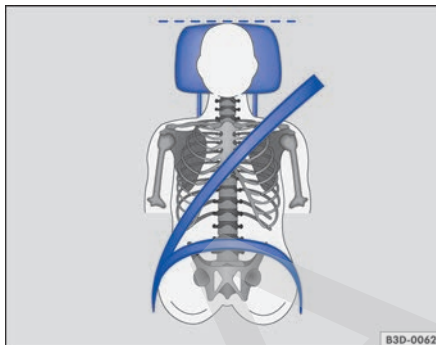

Fig. 57 Colocación correcta de la banda del cinturón y ajuste correcto del apoyacabezas.
- Ajuste el apoyacabezas de modo que el borde superior del mismo quede a la altura de la parte superior de la cabeza, pero nunca por debajo de los ojos. Mantenga la parte trasera de la cabeza siempre lo más cerca posible del apoyacabezas → **fig. 56** y → **fig. 57**.